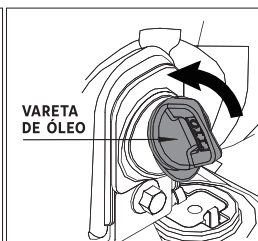

Fig. 19
5. Remova a vareta de óleo e incline o produto para derramar o óleo no recipiente [Fig. 19].